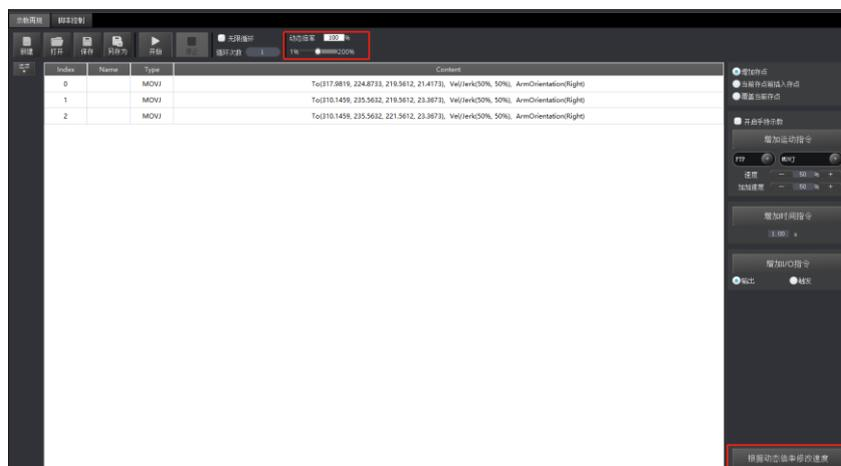

图 6.13 同时修改所有存点速度
- 如果用户需同时修改示教再现时各个存点的运动速度，可拖动“动态倍率”滑动条修改，如图 6.13所示。